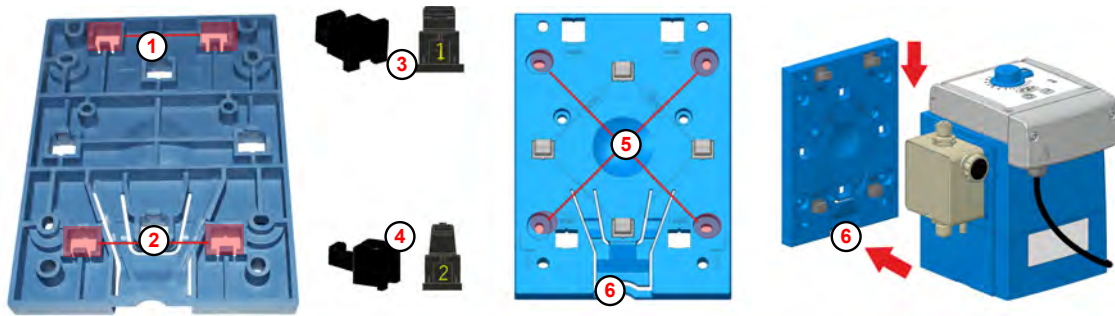

Fig. 5 : Préparatifs du montage mural
Sur la partie inférieure de la plaque de montage, les orifices pour le montage mural (Fig. 5 , ① ou ②) portent le numéro 2.